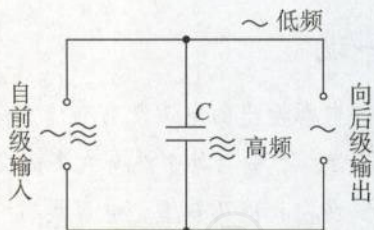

图 5.3-8 高频旁路电容器
- 在电子技术中,从某一装置输出的交流常常既有高频成分,又有低频成分。如果只需要把低频成分输送到下一级装置,可以在下一级电路的输入端并联一个电容器(图 5.3-8)。这样,进入下一级的高频成分就很少了。这种电容器叫做高频旁路电容器。说一说,这个电容器怎样起到高频旁路的作用。